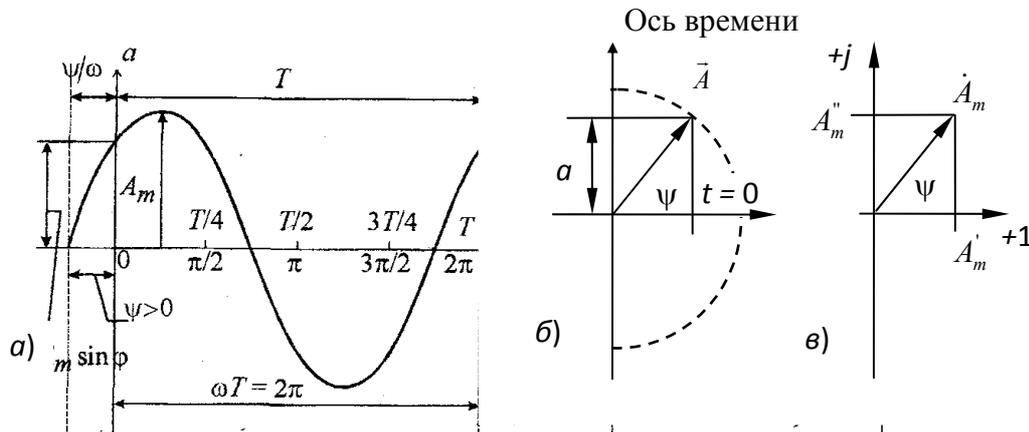

Рис.4.2.
Анализ приведенных выше математических выражений показывает, что слагаемые  $u_R$ ,  $u_L$ ,  $u_C$  приложенного напряжения  $u$  последовательной цепи представляют собой синусоиды, и, следовательно, напряжение  $u$  также синусоидально. Это позволяет использовать способ изображения синусоидальной функции вращающимся вектором, тем самым значительно упрощая процесс сложения синусоидальных функций. На рис. 4.2 а для уравнения  $a = A_m \sin(\omega t + \psi)$  построена синусоида, а на рис. 4.2 б – соответствующая векторная диаграмма. Здесь показаны  $a = A_m \sin \psi$  – значение при  $t = 0$ ;  $\psi > 0$  – начальная фаза (положительная), на векторной диаграмме она откладывается против часовой стрелки и совпадает с положительным направлением  $\omega$ .
**Изображение синусоидальной функции вращающимся вектором.** Проекция вращающегося против часовой стрелки с постоянной угловой скоростью  $\omega$  вектора  $\vec{A}$  (рис. 4.2б) на вертикальную ось (называемую осью времени) изменяется во времени по синусоидальному закону:
Если оси координат векторной диаграммы считать осями комплексной плоскости (рис. 4.2в), то вектор  $\vec{A}$  можно рассматривать как комплексную амплитуду: